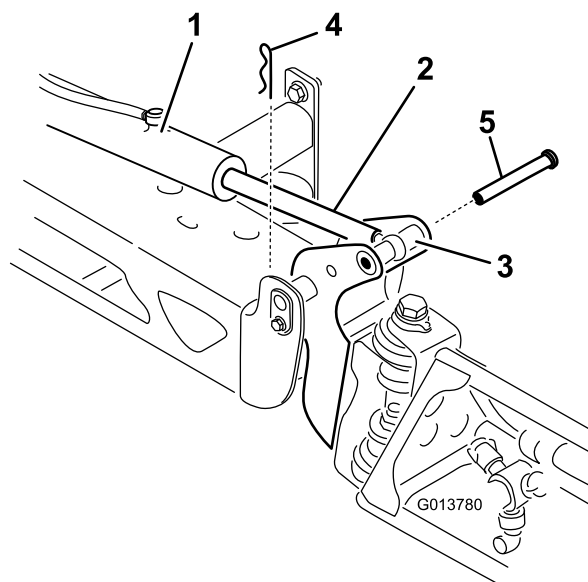

Figure 93
2. Retirez la goupille fendue de l'axe de pivot (Figure 93).
3. Élevez la rampe, déposez l'axe et abaissez lentement la rampe au sol (Figure 93).
8. Tout en maintenant la rampe, insérez l'axe dans le pivot de rampe et la tige de vérin (Figure 93).